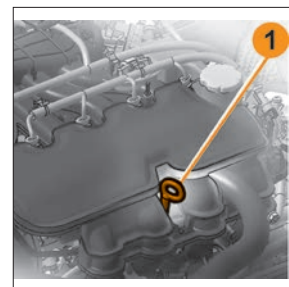

Рис. 4. Проверка уровня масла в картере двигателя
автомобиля LADA Vesta (кузов «универсал») для зарядки аккумуляторов внешних периферийных устройств (ноутбук, планшетный компьютер, смартфон) предусмотрена розетка USB (рис. 4, поз. 2) с номинальным напряжением 5 вольт (V) и номинальным током нагрузки не более 2 ампер (A). Для подключения заряжаемого устройства должен быть использован разъем USB, тип A.